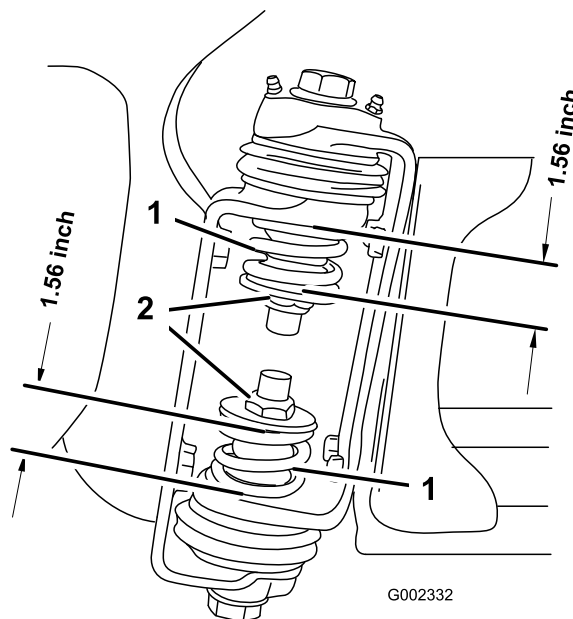

Рисунок 27
3. На шарнире стрелы измерьте степень сжатия верхней и нижней пружин, когда стрелы находятся в выдвинутом положении (Рисунок 27).